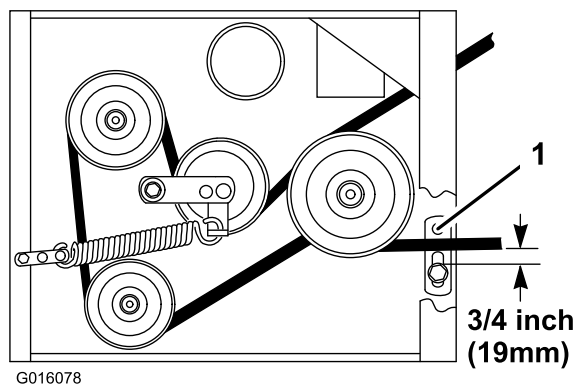

Рисунок 45
8. Проверьте правильность регулировки направляющей ремня под рамой двигателя (Рисунок 45).
Примечание: Когда ремень газонокосилки задействован, убедитесь, что расстояние между направляющей ремня и ремнем газонокосилки составляет 19 мм (Рисунок 45). При необходимости отрегулируйте направляющую ремня газонокосилки. Недействующий ремень не должен провисать или спадать со шкива при правильной регулировке направляющих.